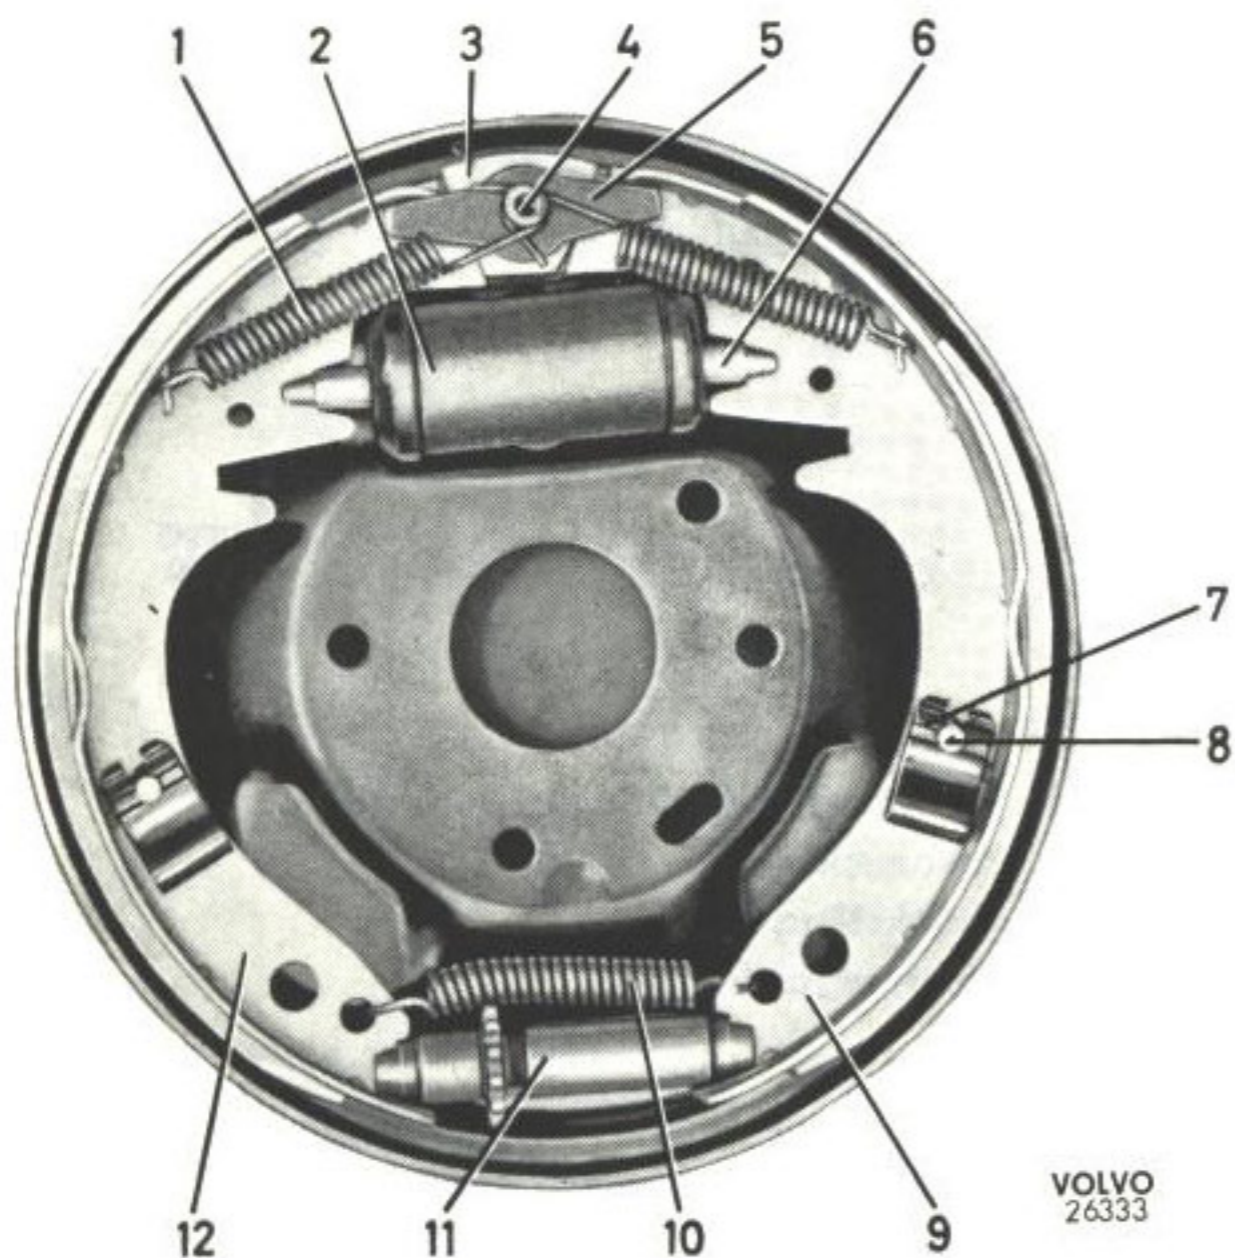
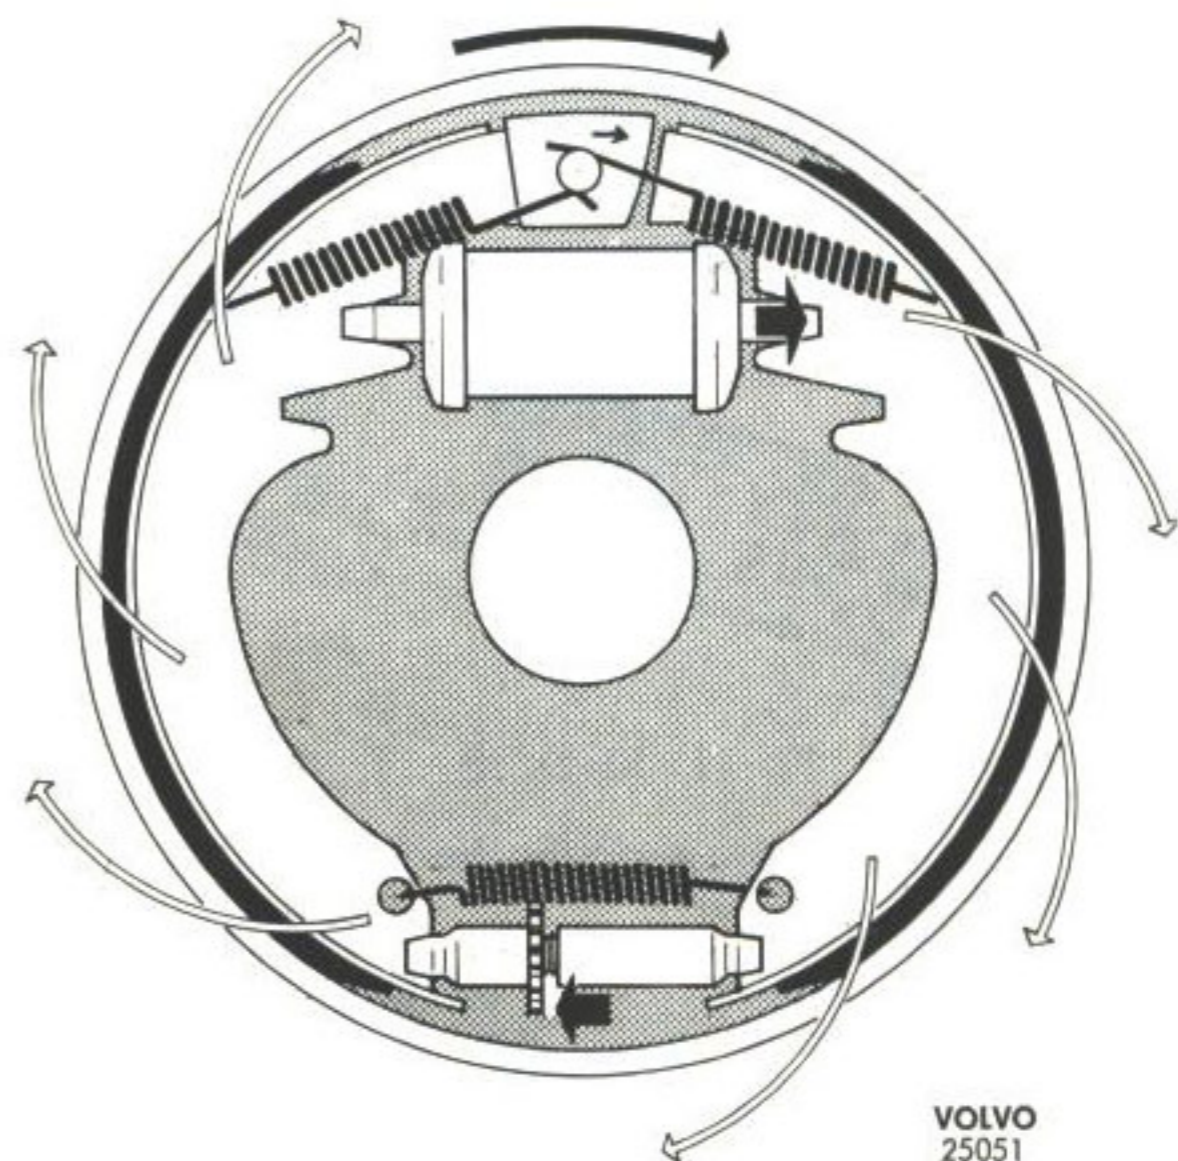
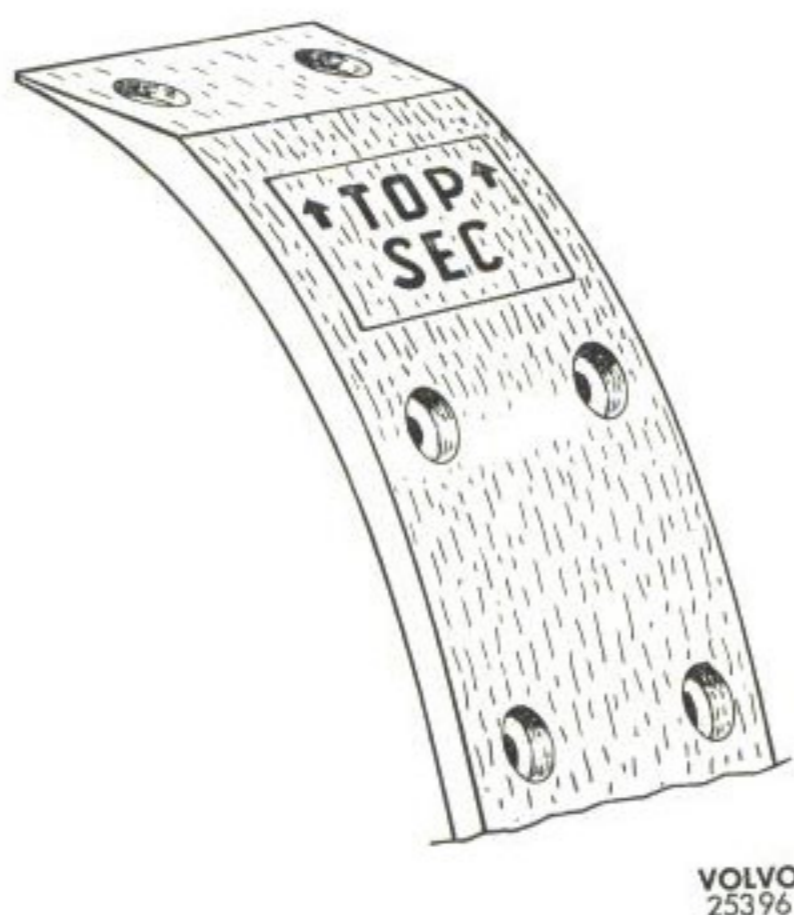

Bild 4. Hjulbroms, höger framhjul.
Bild 6. Ansättning av hjulbroms.
Bild 14. Framhjulens bakre bromsbelägg.
Bromsbackarna (9 och 12, bild 4) är rörligt fästade vid bromsskölden genom styrpinnar (8) och fjädrande klämmor (7). Backarnas övre ändar hålles tryckta mot det vridbara centreringsblocket (3) av returfjädrarna (1). De nedre ändarna är förenade genom justeranordningen (11) mot vilken de hålles tryckta av fjädern (10), som dessutom låser justerskruvens kugghjul. Genom denna upphängning är bromsbackarna självcentererade och båda backarna delvis självansättande (s.k. Duo-servo).
När bromsen ansättes trycker hjulcylinderns kolvar genom tryckstängerna (6, bild 4) ut backarna mot bromstrumman. På grund av friktionen mellan trumma och belägg vill backarna följa med i trummans rotationsriktning. Genom backarnas "flytande" upphängning tryckes därvid primärbacken (9) nedåt och sekundärbacken (12) uppåt tills dess övre ända går emot centreringsblocket, se bild 6. Sekundärbackens ända skjutes därvid på blocket så att backen blir centrerad i förhållande till trumman. Ge-
nom att sekundärbackens vridningscentrum ligger i ankarbulten (4, bild 4) och primärbackens i justeranordningen kommer friktionen mellan trumma och belägg att hjälpa till med ansättningen, bild 6. Till detta verkar även det förhållandet att primärbackens strävan att följa med i trummans rotationsriktning verkar ansättande på sekundärbacken. För att bromsbeläggen skall få största möjliga livslängd är framhjulsbromsarnas bakre backar (sekundärbackar) försedda med tjockare och excentriskt slipade belägg.
Montera de färdiga originalbeläggen. **Observera därvid att på framhjulens bakre bromsbackar (sekundärbackar) skall monteras tjockare och excentriskt slipade belägg, märkta på slitsidan enligt bild 14. Den tjockare delen (märkt) vändes uppåt. Det kortare primärbelägget placeras som framgår av bild 4 resp. 5.**